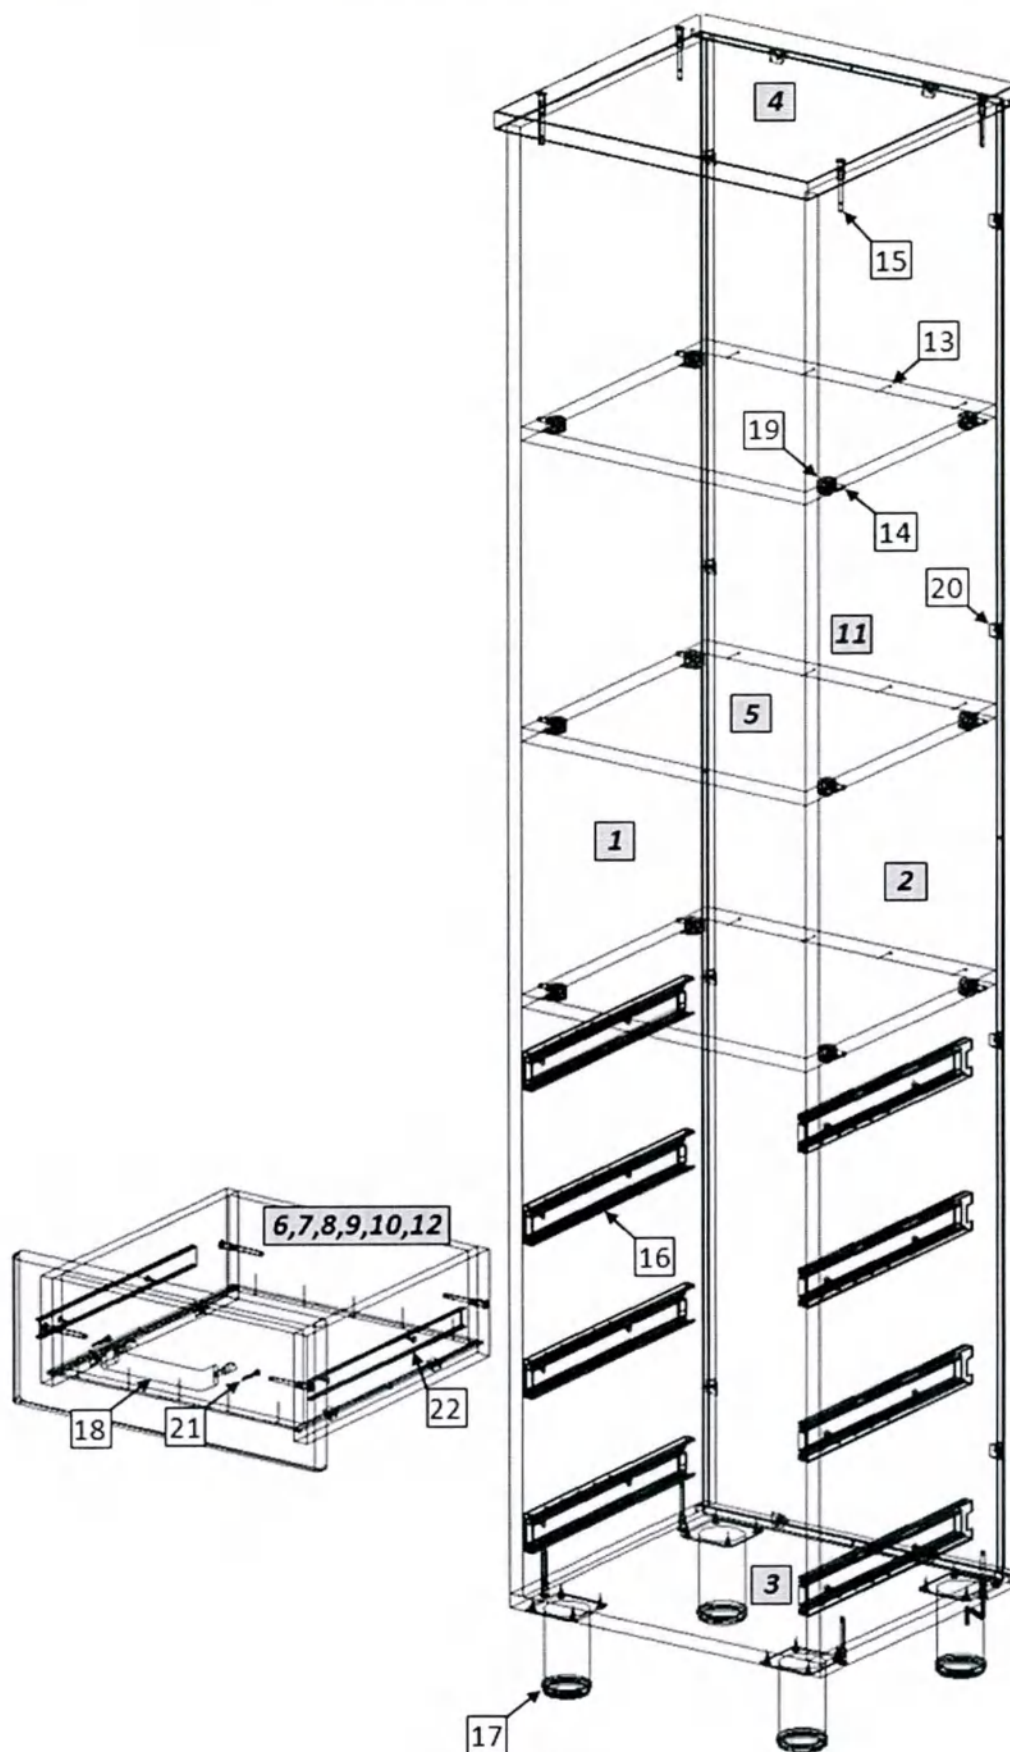

Рис. 1
1. Внимательно ознакомьтесь со схемой сборки, изображённой на рис. 1, сверяясь со спецификацией на изделие. Согласно схеме и спецификации определите расположение деталей в изделии и порядок их сборки. Сборка производится на ровном полу, укрытом материалом, предотвращающим повреждение покрытия пола и деталей мебели. Подготовьте необходимые для сборки инструменты – плоскую и крестовую отвёртки, молоток, рулетку или линейку.
2. На боковых стенках (1,2) установите ввинчиваемые дюбели эксцентриковых стяжек (16). На боковых стенках (1,2,9,10) установите монтажные планки петель (18). На горизонтальных стенках (5) установите эксцентриковые стяжки (22). Евровинтами (17) соедините боковые стенки шкафа (1,2) с горизонтальной нижней стенкой (3) и крышкой (4), боковые стенки антресоли (9,10) с горизонтальной нижней стенкой (11) и крышкой (12), предварительно установив в пазы задние стенки (6,13). Закрепите задние стенки в пазах уголками (23). Установите и закрепите горизонтальные стенки (5), гвоздями (15) зафиксируйте к ним задние стенки. На горизонтальной нижней стенке (3) шурупами (24) закрепите опоры (19).
3. На дверях (7,8,14) шурупами 4x16 (24) закрепите петли (20); установите ручки (21). Закрепите двери к боковым стенкам. При необходимости отрегулируйте положение дверей винтами петель. На видимые головки евровинтов установите заглушки (25).